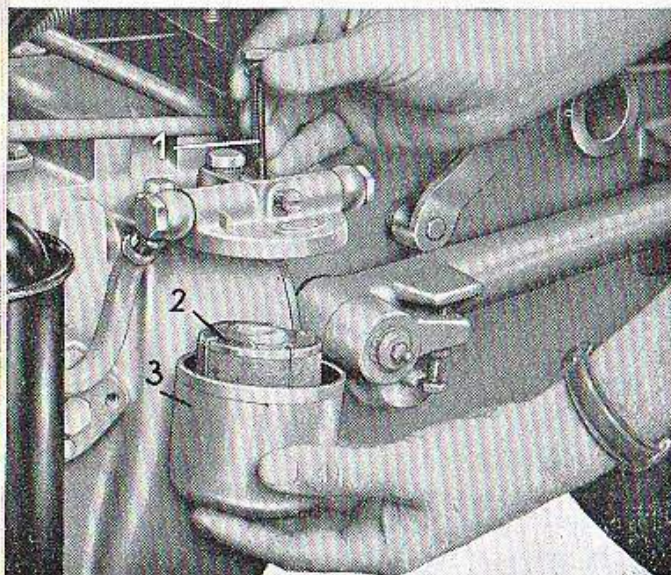
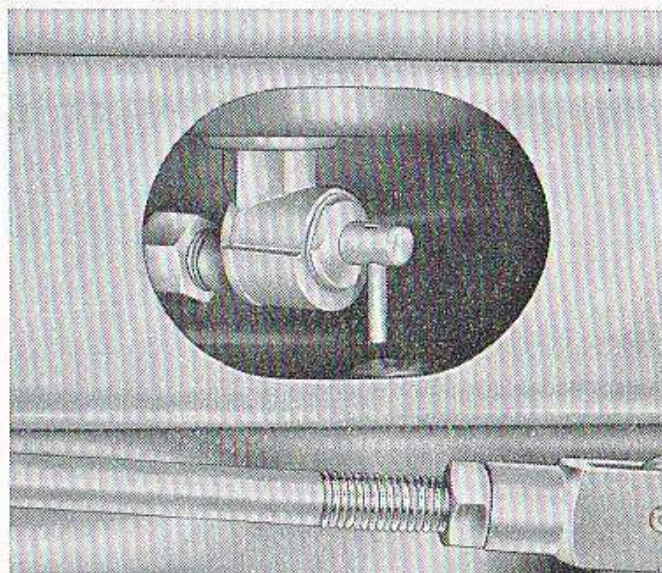

Bild 4
Bild 5
2. ob Absperrhahn unterhalb des Kraftstoffbehälters offen ist (Hahn senkrecht); siehe Bild 5;
Betriebsstunden. Die Pflege des Filters besteht darin, von Zeit zu Zeit, am besten beim Ölwechsel, durch Lösen der Schrauben 1 (Bild 4) den Filtereinsatz 2 herauszunehmen und den Filtertopf 3 auszuwaschen. Zuvor Absperrhahn am Kraftstoffbehälter (Bild 5) schließen. Das Reinigen von Filzrohr-Einsätzen ist mit einer Vorrichtung der Firma Bosch nach deren Anweisung durchzuführen.
1. Prüfen, ob im Kraftstoffbehälter genügend Kraftstoff vorhanden und ob der **Absperrhahn** geöffnet ist (Bild 5).